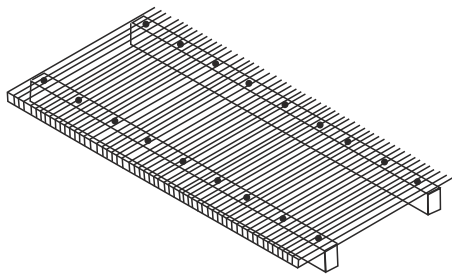

Рисунок 15.
1) При ширине панели более одного метра она должна быть прикреплена к несущей конструкции с помощью дополнительного крепления вдоль своей ширины (Рис. 15), так как соединителей на обоих концах продольных сторон недостаточно, чтобы удержать панель от распрямления и смещения под давлением.